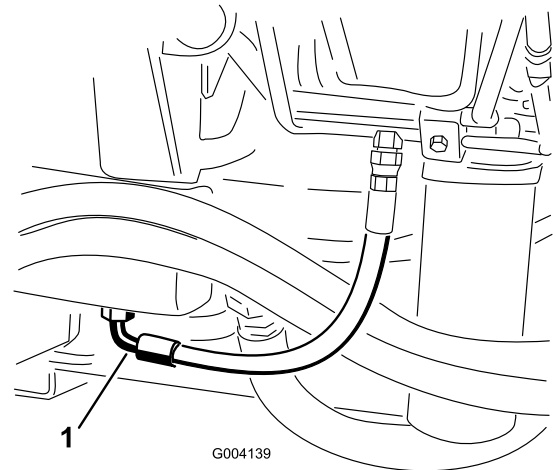

Figura 72
2. Coloque un recipiente grande debajo del acoplamiento situado en la parte inferior del depósito de fluido hidráulico (Figura 72).